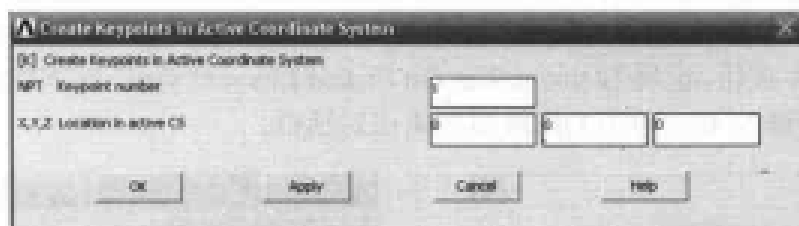

图 9-10 创建关键点对话框
(1) 选择 Main Menu | Preprocessor | Modeling | Create | Keypoints | In Active CS 命令, 出现 Create Keypoints In Active Coordinate System 对话框, 在 NPT Keypoint number 文本框中输入关键点编号 1, 在 Location in active CS 文本框中分别输入关键点坐标 0、0、0, 如图 9-10 所示, 单击 OK 按钮关闭该对话框。